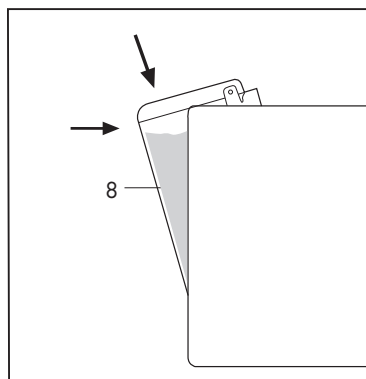

Fig. 3
- Fermer le couvercle et mettre en place le réservoir (8) contre le corps de la machine de telle sorte que la base du réservoir soit bien en appui sur la valve d'eau (**Fig. 3**).